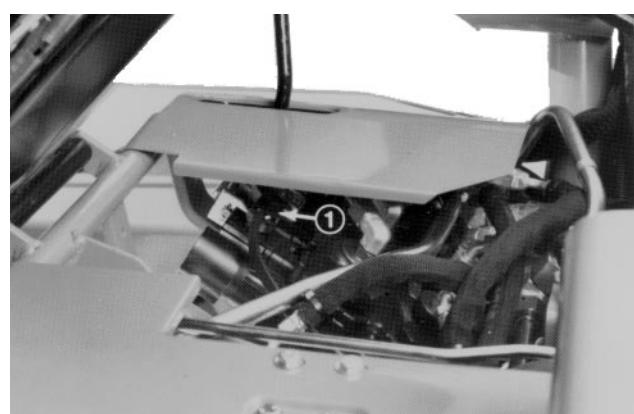

Abbildung 13
1. Auf dem Sitz platznehmen. Die Parkbremse feststellen, das Anhebepedal ganz durchdrücken und wieder loslassen. Den Schalthebel auf Positionen #1 und #2 stellen und dabei gleichzeitig versuchen den Motor in jeder Einstellung zu starten. Der Motor sollte nicht drehen, was bedeutet, daß der Motorantriebsschalter auf der Ventilgruppe richtig funktioniert (Abb. 13). Wenn der Motor nicht gedreht hat, mit Schritt 2 fortfahren. Wenn der Motor gedreht hat, könnte dies an einem Fehler im Sicherheits-Verriegelungssystem liegen.